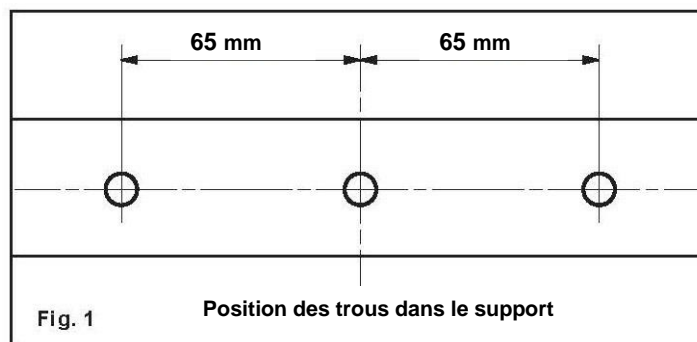

Fig. 1 Position des trous dans le support
- Utiliser le support comme gabarit et marquer la position des (3) vis avec un crayon. (Fig. 1).
- Fixer le support avec les (3) vis à bois et rondelles fournies au moyen d'une clé ou d'une douille de 13 mm. Serrer solidement les trois vis.